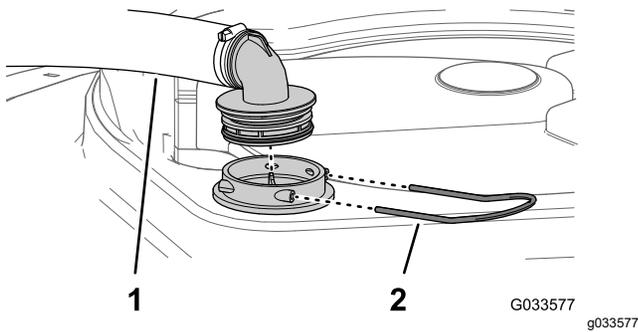

图 29
- 在打药机药缸的顶部拆下固定从过滤器外壳连接至大软管的软管接头的卡环图 29。
- 从过滤器外壳上拆下软管和软管接头图 29。